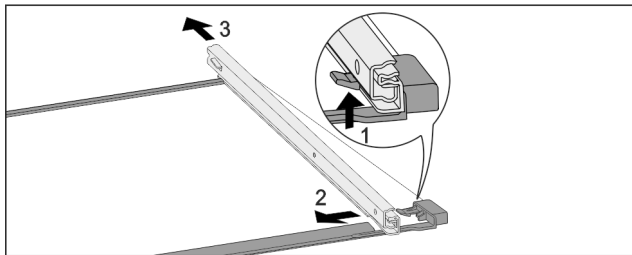

Fig. 133 Glassplate med skinner
- ▶ Trykk den fremre festespaken oppover. Fig. 133 (1)
- ▶ Skyv uttrekksskinnen til side Fig. 133 (2) og skyv bakover Fig. 133 (3) og bort.